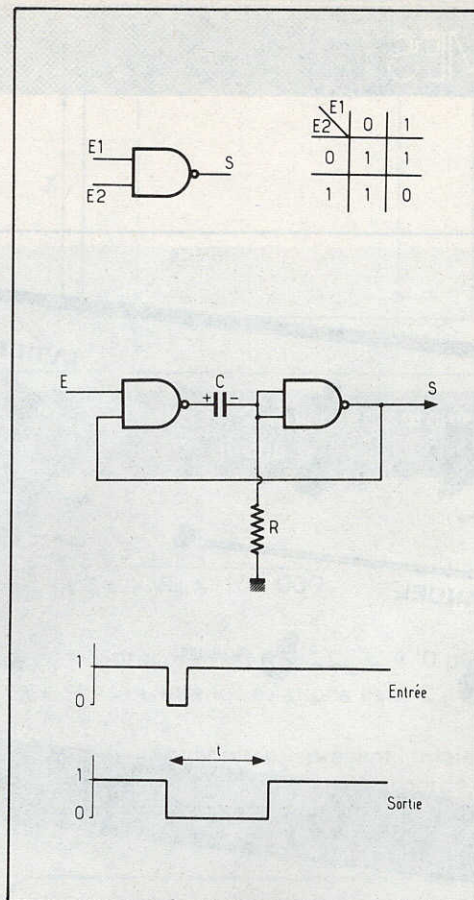

Fig. 3. – Les portes NAND et leurs applications dans un monostable.
- Caractéristiques d'un monostable constitué de NAND (voir fig. 3).